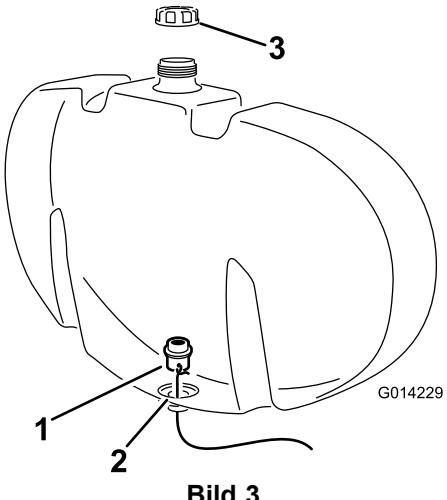

Bild 3
- E. Verlegen Sie den Schott mit dem Draht zum offenen Loch unten im Behälter (Bild 3).
- F. Bringen Sie den Schott in die richtige Stellung und stellen Sie sicher, dass der O-Ring an der Innenwand des Spülbehälters anliegt (Bild 3).